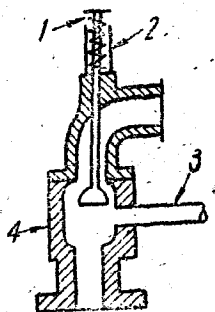

图3 进气閥及預燃室
(2)进气閥 新混合气由节流閥通过进气閥进入汽缸。进气閥是被一个軟彈簧向上撐着,以保持它經常关闭。这彈簧不可太硬,否則將影响进气量;也不可太軟,它必需要能保証进气閥的經常关闭,否則进气閥若关闭不严,会发生回火現象;进气閥的开度以10至12厘米为适当。这个距离的調节,是靠一个定距管来調节的。要它开大些,就用一个較短的定距管;要它开小,就用一个較長的定距管,但不宜开得过大,开得过大时,反而会减小进气量,因为进气閥將會堵塞住預燃室的下口。請參閱图3。